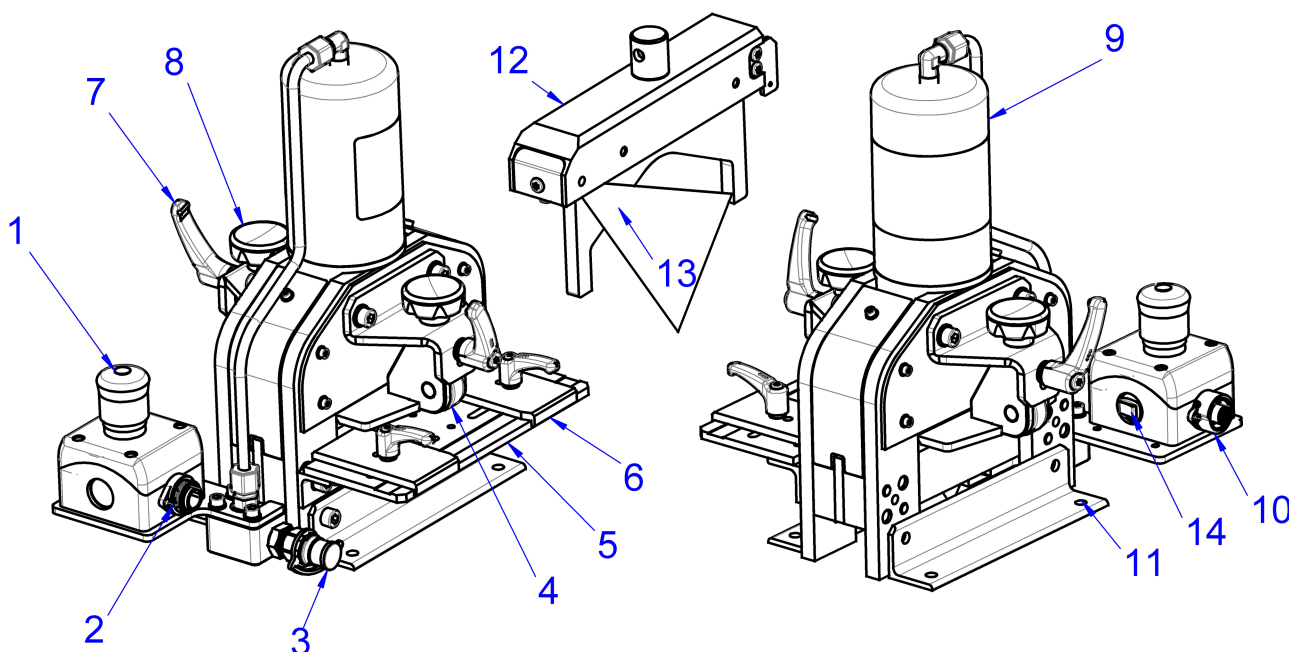

Рис. 1: Вид спереди и сзади
- Подключить гидравлический шланг к гидравлическому подключению (рис. 1, 3), а электрический кабель управления к электрическому подключению (рис. 1, 2) устройства.
- Затем подключите провод ножного переключателя к 4-полюсному подключению (рис. 1, 10).
■ **В ситуации опасности нажмите красный переключатель аварийной остановки (рис. 1, 1) на устройстве, чтобы остановить рабочий процесс!**
- Разблокировать рукоятки на боковых направляющих пластинах (рис. 1, 6) опорного стола и установить направляющие пластины в соответствии с шириной токовой шины.
- Ввести токовую шину со стороны опорного ролика (рис. 1, 5) в блок резки.
- Отвинтить винты обоих прижимов (рис. 1, 8) и настроить прижимы на толщину заготовки. Правильная настройка направляющих пластин и прижимов обеспечивает лучший результат резки.
- Для включения линейного лазера (рис. 1, 14) нажмите выключатель лазера.